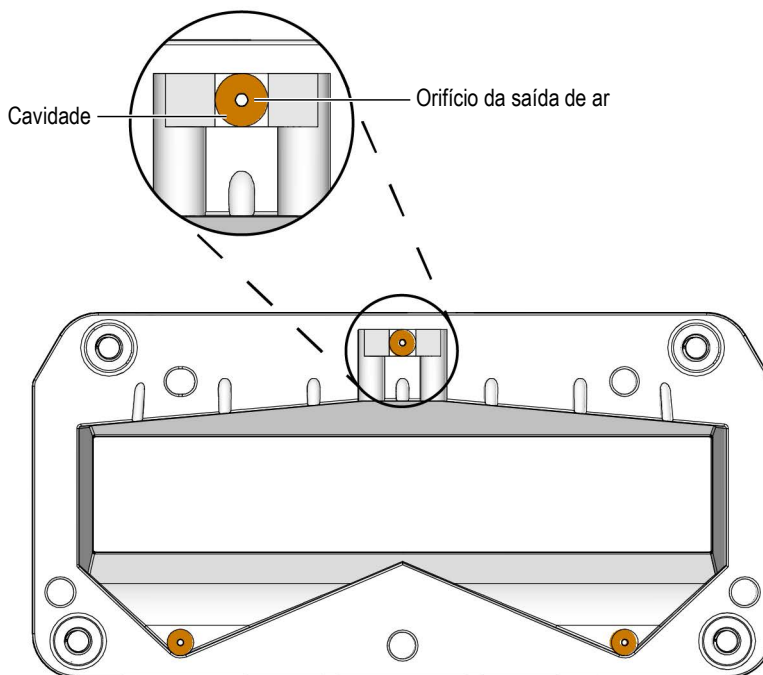

Figura 5-4 Saídas de ar da linha de atraso
As três cavidades e orifícios da saída de ar da linha de atraso podem ficar obstruídos e necessitar de limpeza. (Veja a Figura 5-4 na página 77.)
4. Limpe a cavidade raspando as laterais e a parte inferior para desalojar quaisquer resíduos. (Veja a Figura 5-4 na página 77.)